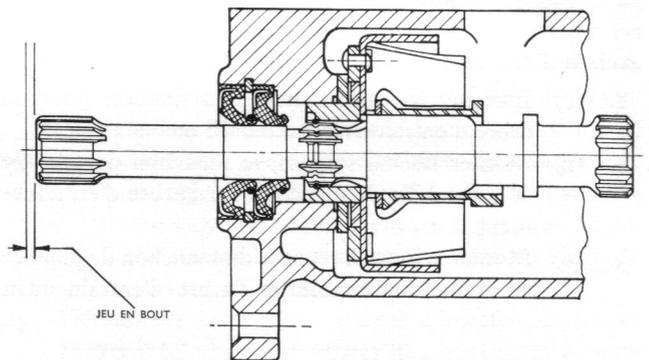

Fig. 35 Vue d'un arbre d'entraînement d'une seule pièce illustrant le jeu en bout
6. Si la pompe est équipée d'un accouplement élastique (Fig. 35), supporter le moyeu d'entraînement dans sa position normale et tourner l'ensemble jusqu'à ce que deux lumières longues et deux lumières courtes soient formées entre la périphérie du moyeu et l'intérieur de la bague de retenue. Monter deux des coussins en caoutchouc dans les lumières allongées, tourner l'ensemble et monter les deux autres coussins qui sont séparés par les oreilles du moyeu et les parties en relief de la bague de retenue.
2. (b) Placer centralement l'arbre d'entraînement dans le bloc de l'outil universel 7144/894, en dirigeant le côté entraînement de l'arbre vers le haut (Fig. 35).